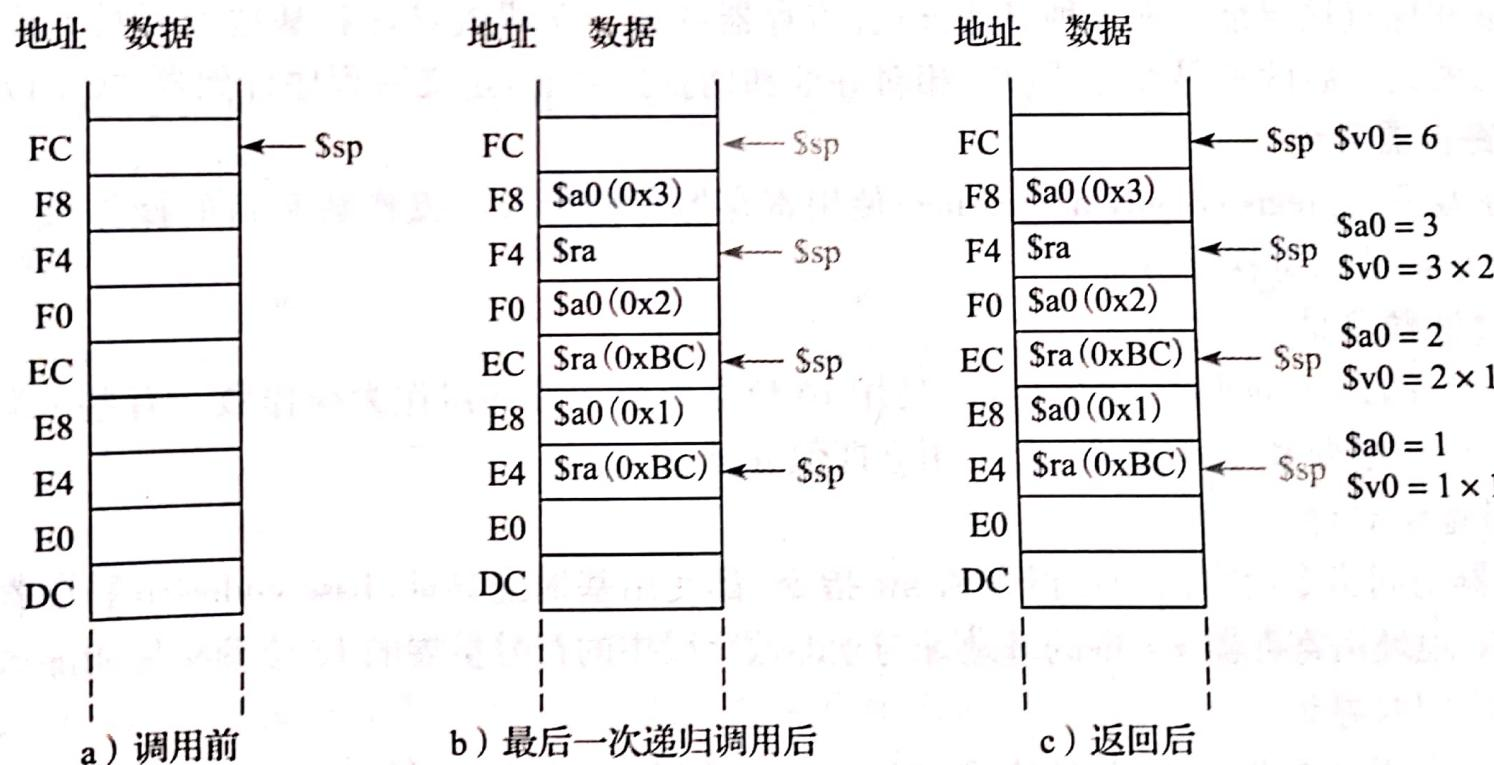

图 6-26 在 factorial 函数调用($n = 3$)期间栈的变化
图 6-26 显示了执行 factorial(3) 时栈的情况。假定 \$sp 最初指向 0xFC，如图 6-26a 所示。函数创建两个字的栈空间来保存 \$a0 和 \$ra。在第一次调用时，factorial 将 \$a0 (\$a0 中保存着 n = 3) 保存在 0xF8 中，将 \$ra 保存在 0xF4 中，如图 6-26b 所示。然后函数将 \$a0 中的内容改变为 n = 2 并递归调用 factorial(2)，使 \$ra 保存 0xBC。在第二次调用时，factorial 将 \$a0 (\$a0 中保存着 n = 2) 保存在 0xF0 中，将 \$ra 保存在 0xEC 中。这时，我